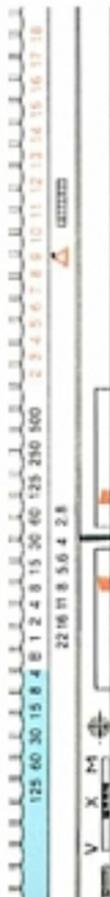

Fig. 10
B, en employant les indices de lumination (voir fig. 10), l'échelle des temps de pose se poursuit avec une série de nombres gravés en vert. Ils indiquent des temps de pose en secondes: 2, 4, 8, 15, 30, 60 et 125 secondes. On règle les temps de pose avec la bague (33) qu'on amène en face de l'index noir central (5).
phragme peut donc être utilisée avec des temps de pose allant de 1/500-1/8 de sec. (voir fig. 9). Les échelles (28) et (32) donnent les mêmes combinaisons idéales: diaphragme 8, temps de pose 1/60 sec. A gauche de la diagonale rouge, se trouvent les temps de pose en secondes. L'indice de lumination peut donc s'employer avec exactitude pour des temps de pose jusqu'à 125 sec. avec diaphragme 22. Ces temps de pose se retrouvent sur les marques vertes de l'échelle. Voir aussi fig. 10.